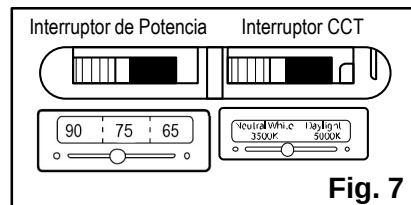

Fig. 7
5. En el costado del luminario, utilice el **interruptor de potencia** para controlar la atenuación y el **interruptor CCT** para establecer la temperatura de la luz. (Fig. 7)